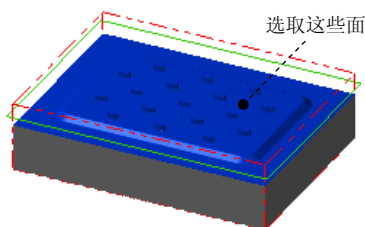

图 25.13 选取加工面
Step2. 设置加工区域。在图形区中选取图 25.13 所示的面（共 60 个），然后按 Enter 键，系统弹出“刀具路径的曲面选取”对话框。